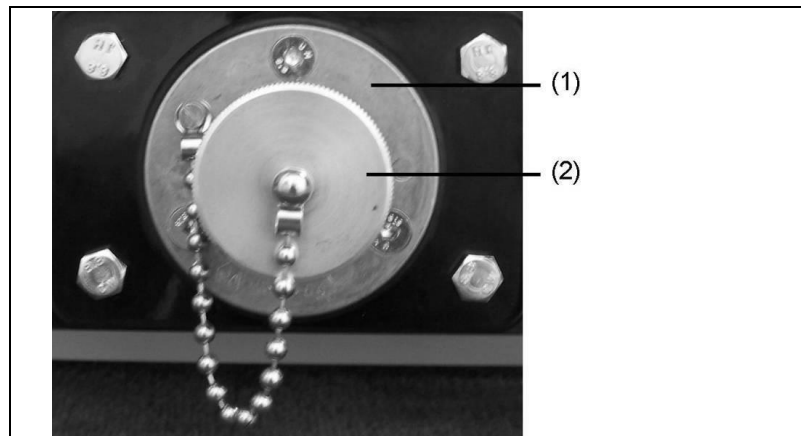

Abb. 5-8: 12V-Anschluss-Steckdose nach DIN 14690
1. Schutzkappe (Abb. 5-8-(2)) der Steckdose (Abb. 5-8-(1)) entgegen dem Uhrzeigersinn abschrauben.
6. Schutzkappe (Abb. 5-8-(2)) der 12V-Anschluss-Steckdose durch Drehen im Uhrzeigersinn anschrauben.
Die 12V-Anschluss-Steckdose nach DIN 14690 (siehe Abb. 5-8) bietet neben der Ladeerhaltung zusätzlich die Möglichkeit, geeignetes Zubehör für 12V-Gleichspannung zu betreiben.